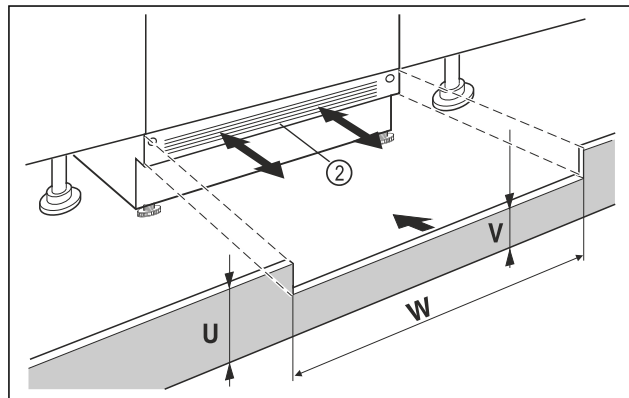

Fig. 98 Beispielhafte Darstellung
- ▶ Gerätesockelblende Fig. 98 (2) aufsetzen aber noch nicht fixieren.
- ▶ Bei sichtbarer Sockelblende Fig. 98 (2), diese so weit nach vorn ziehen, dass Vorderkante Lüftungsgitter und Möbelsockelblende eine Ebene bilden.
- ▶ Bei verdeckter Sockelblende Fig. 98 (2), diese ganz nach hinten schieben.
- ▶ Auf komplett freie Lüftungsschlitze achten: Bei Bedarf Höhe der Möbelsockelblende Fig. 98 (U) zuschneiden!
- ▶ Entlang der Nischenbreite Fig. 98 (W) die Steghöhe Fig. 98 (V) unter der Gerätesockelblende Fig. 98 (2) einpassen.